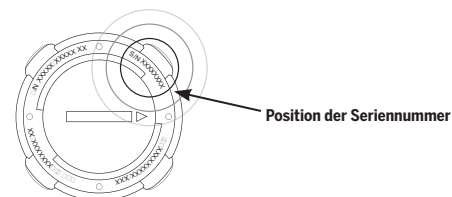

Abbildung 2: Position der InfoKey Controller-Seriennummer
1. Suchen Sie nach der Seriennummer, die mit S/N beginnt und sich auf der Rückseite Ihres InfoKey Controllers befindet (unter dem Blendenring, siehe **Abbildung 2**).